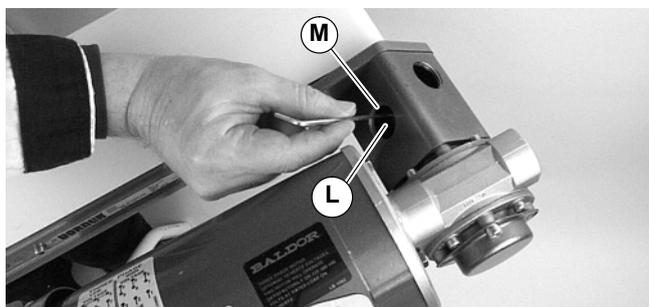

Abbildung 11
- 6b. Motor langsam anlaufen und Gelenkkupplung rotieren lassen, um die Madenschraube (L siehe Abbildung 11) mit der Zugangsöffnung auszurichten (M). Mit 3,7 Nm festziehen. Für die zweite Madenschraube wiederholen.
2. Motor langsam anlaufen und Gelenkkupplung rotieren lassen, um die Madenschraube (L siehe Abbildung 11) mit der Zugangsöffnung auszurichten (M). Madenschraube lösen. Für die zweite Madenschraube wiederholen.